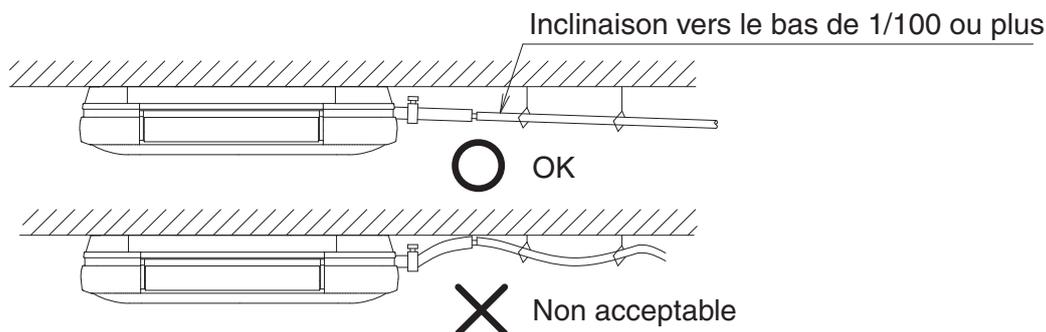

Fig. 28
- Installez la tuyauterie aussi courte que possible avec une inclinaison vers le bas de 1/100 ou plus et où l'air ne peut croupir. **(Reportez-vous à la Fig. 28)**